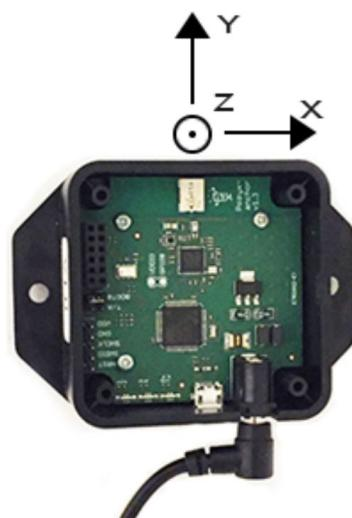

Figura 3: Regola 3
- Posizionare le ancore verticalmente con l'antenna UWB rivolta verso l'alto come in figura 3;